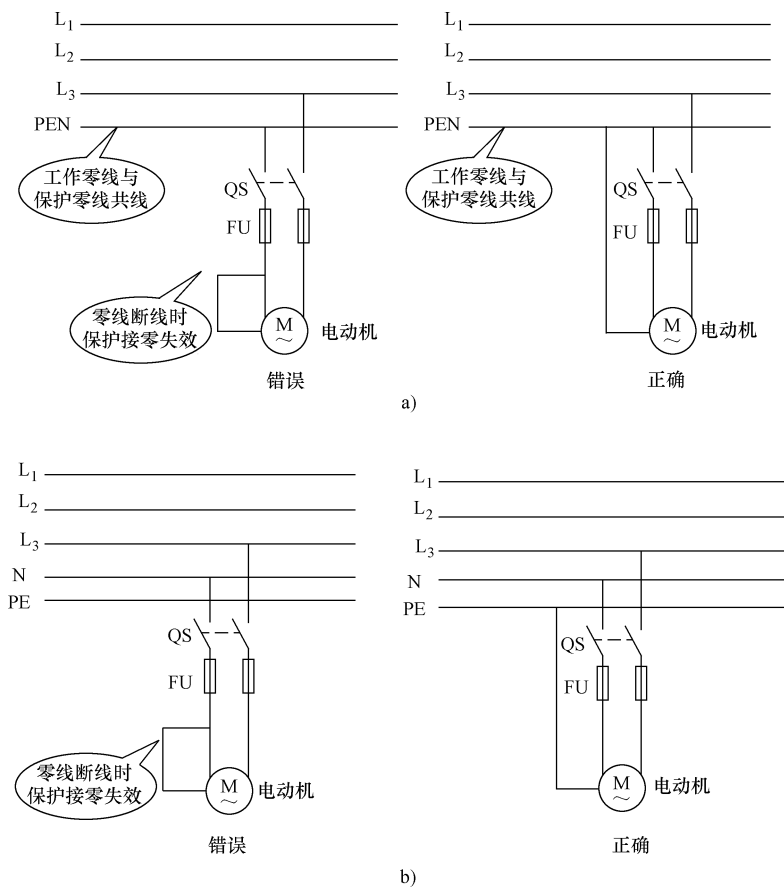

图 8-4 保护接零系统中设备接零应接在干线上
2) 设备或插座的保护零线应接在干线上，而不是支线上，以防止保护接零失去作用。如图 8-4 所示。